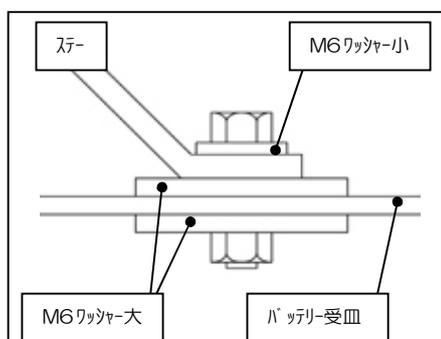

図8
- ④ステー取り付け部車体側は、M6×25、M6ワッシャー大、M6ワッシャー小、M6ナットを使い図8を参考に取り付けます。